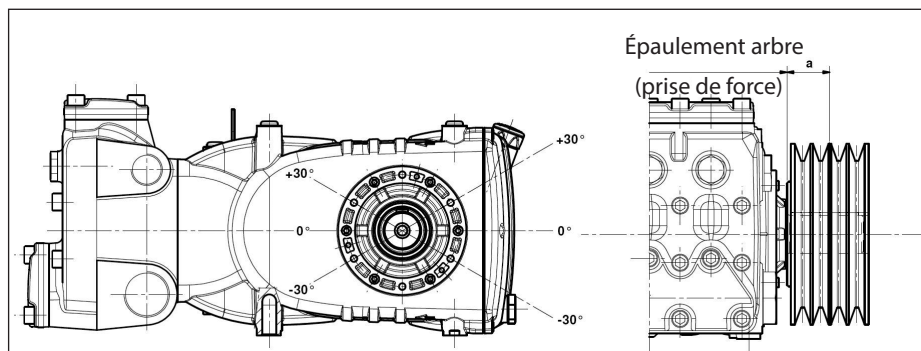

Fig. 10
La transmission est considérée appropriée si cette charge est appliquée à une distance maximum $a=40$ mm de l'épaule de l'arbre (prise de force) comme le montre la Fig. 10.
- b) Utiliser des courroies à haut rendement - par exemple **XPB** au lieu de **SPB** - car il sera nécessaire d'avoir une quantité inférieure de courroies égales à la puissance transmise et par conséquent une distance inférieure de la résultante par rapport à la butée de l'arbre (prise de force) « a » de Fig. 10.